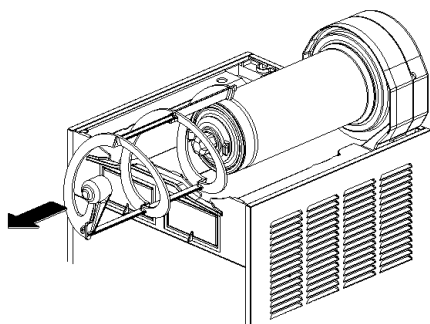
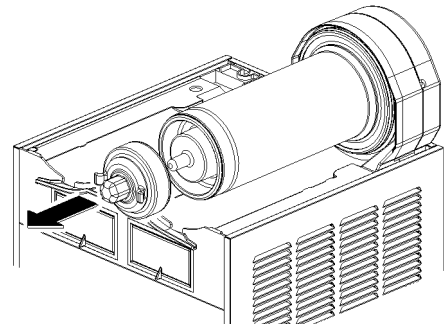

figura 7
figura 8
- 3 Sfilare dall'evaporatore la spirale esterna (vedere figura 7) e successivamente il rotore magnetico esterno (vedere figura 8).